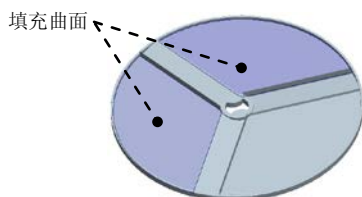

图 5.16 填充剩余的曲面
Step9. 参见 Step8 的操作步骤，创建图 5.16 所示的剩余两个填充曲面。